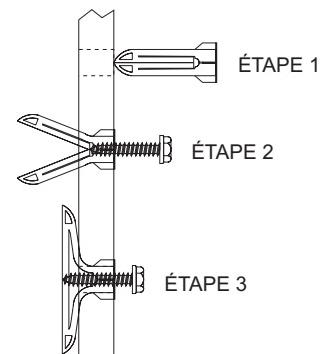

Figure 2
3. Après avoir localisé les trous de montage, percer (2) trous de 5/16" (7.8mm) de diamètre dans le mur. Insérer les (2) ancrages d'expansion en plastique dans les trous. Insérer les (2) vis 10 x 1 1/2" (38mm) dans les ancrages d'expansion en plastique. Les vis sont fournies dans l'ensemble de la soufflerie. Ne vissez pas complètement les vis dans les ancrages d'expansion en plastique, laisser un espace de 7/16" (11mm) entre la tête de la vis et l'ancrage d'expansion en plastique. Référez-vous à la Figure 2.
4. À la partie supérieure de la paroi extérieure, enlevez la (1) vis du trou du milieu qui attachent la paroi extérieure avec le collecteur. Aussi enlevez les (2) vis qui attachent la partie inférieure de la paroi extérieure à la paroi intérieure.
6. Enlever (4) vis 8 x 3/8" qui attachent l'avant de la soufflerie au châssis de la soufflerie.
7. Après avoir localisé les trous de montage, percer (2) trous de 5/16" de diamètre dans le mur. Insérer les (2) ancrages d'expansion en plastique dans les trous. Insérer les (2) vis 10 x 1 1/2" dans les ancrages d'expansion en plastique. Les vis sont fournies dans l'ensemble de la soufflerie. Ne vissez pas complètement les vis dans les ancrages d'expansion en plastique, laisser un espace de 7/16" entre la tête de la vis et l'ancrage d'expansion en plastique. Référez-vous à la Figure 2.